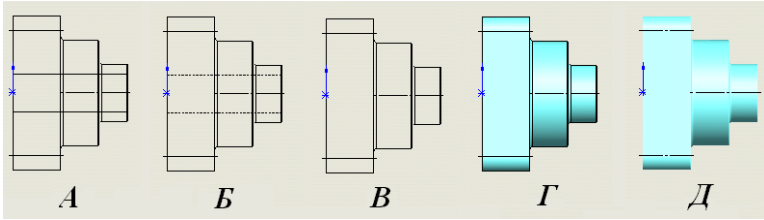

Рисунок 13.10 - Режими відображення видів
- **«Каркасное представление»** (рис. 13.10, А);
- **«Невидимые линии отображаются»** (рис. 13.10, Б);
- **«Скрыть невидимые линии»** (рис. 13.10, В);
- **«Закрасить с кромками»** (рис. 13.10, Г);
- **«Закрасить»** (рис. 13.10, Д).